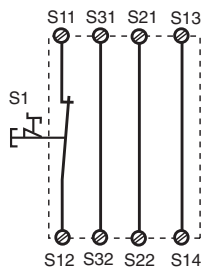
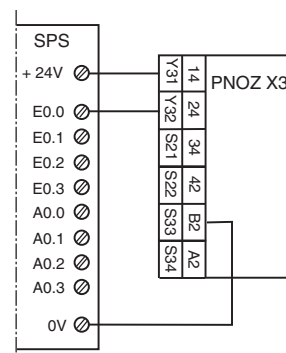

Fig. 2: Circuito de entrada monocal, rearme automático/Circuito di entrata monocale, start automatico/Eenkanalig ingangscircuit, automatische start
Fig. 10: Ejemplo de conexión para salida de semiconductor/Esempio di collegamento per uscita semiconduttore/Aansluitvoorbeeld van halfgeleideruitgang
En las fig. 2 a 10 se presentan ejemplos de conexión para conexión de parada de emergencia con rearme automático y supervisado, excitación de puerta protectora así como ampliación de contactos mediante contactores externos.
- Fig. 2 y 7: En caso de caída de tensión y arranque, el dispositivo se inicia automáticamente. Evite un arranque intempestivo mediante un cableado externo adecuado.
- Fig. 2 y 7: S33-S34 **no conectado**
In fig. 2 ... fig. 10 sono riportati degli esempi di collegamento per il cablaggio di arresto d'emergenza con start automatico e manuale, per il comando delle porte di sicurezza, nonché per la moltiplicazione dei contatti mediante relè esterni.
- Fig. 2 e 7: Il dispositivo si avvia automaticamente dopo la caduta ed il ritorno dell'alimentazione. Occorre prevenire un riavvio inatteso usando circuiti esterni di misura.
- Fig. 2 e 7: **nessun** collegamento S33-S34
In fig. 2 ... 10 worden aansluitvoorbeelden gegeven van noodstop-schakeling met automatische en bewaakte start, hekbewaking en contactvermeerdering d.m.v. externe magneetschakelaars.
- Fig. 2 en 7: Het apparaat start automatisch bij uitvallen en terugkeren van de spanning. Vermijd een onverwacht heraanlopen door maatregelen in de externe schakeling.
- Fig. 2 en 7: **geen** verbinding S33-S34